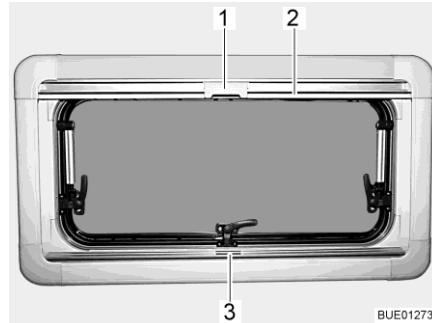
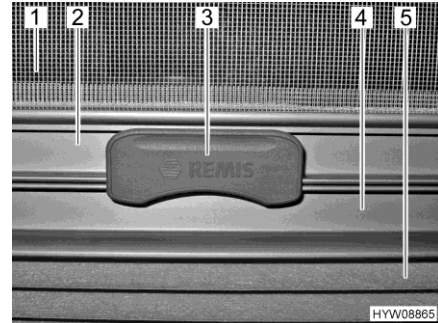

Fig. 14 Fenêtre projetante
Fig. 15 Cran
Le dispositif occultant plissé (Fig. 15,5) se trouve dans le caisson du bas.
- Saisir le dispositif occultant plissé par le centre de la barre-poignée (Fig. 14,3 et Fig. 15,4), le tirer du bas vers le haut et le relâcher à la hauteur voulue. Le dispositif occultant plissé reste alors à cette hauteur.
La moustiquaire (Fig. 15,1) se trouve dans le caisson du haut.
- Tirer la moustiquaire par la barre-poignée (Fig. 14,2 et Fig. 15,2) vers le bas jusqu'à ce qu'elle entre en contact avec celle du dispositif occultant plissé (Fig. 15,4).
- Verrouiller le cran (Fig. 14,1 et Fig. 15,3) de la moustiquaire avec la barre-poignée du dispositif occultant plissé. Quand le cran est verrouillé, le dispositif occultant plissé et la moustiquaire peuvent être réglés en même temps.
- Presser le cran (Fig. 15,3) en haut de la moustiquaire.
- Ramener lentement la moustiquaire en arrière au moyen de la barre-poignée (Fig. 14,2).